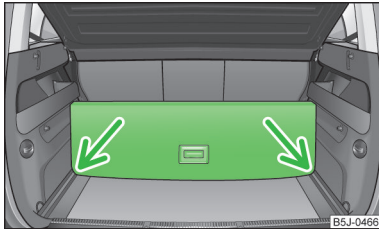

Abb. 68
- Den Teil des Ladebodens mit dem Haltegriff anheben und diesen durch Einschieben in die mit Pfeilen gekennzeichneten Nuten sichern » Abb. 68.